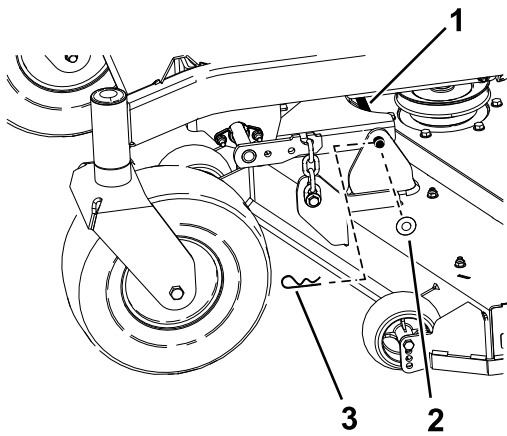

Bild 75
6. Nehmen Sie den Splint und die Scheibe ab, mit denen der Steckstift am Rahmen und Mähwerk befestigt ist, und nehmen Sie die Lenkerstange ab (Bild 75).
9. Befestigen Sie den Steckstift mit den vorher entfernten Splinten und Scheiben (Bild 75).